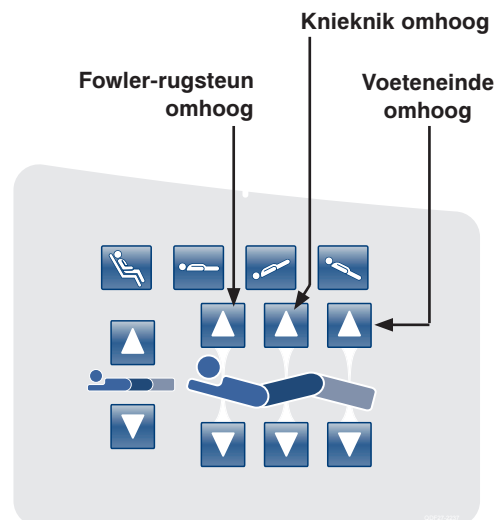

Afbeelding 20: Bedieningspaneel onrusthek hoofdeinde – (rechterkant getoond)
21. Zet het bed in de hoogste stand door de toetsen **Trendelenburg (Voetlift omhoog)** en **Bedhoogte omhoog (Hoofdlift omhoog)** tegelijk in te drukken (zie afbeelding 20).